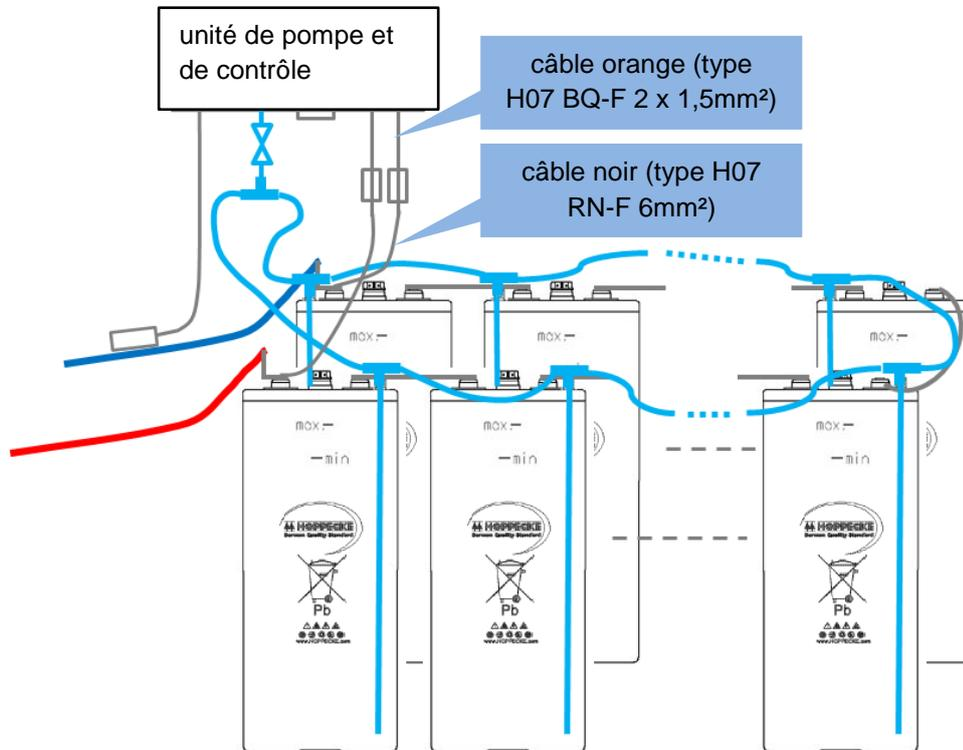

Fig. 20 : Connexion de l'alimentation électrique
2. Vérifiez la distance restante entre l'extrémité du câble d'alimentation électrique (qui sera attaché à l'unité de pompe et de contrôle) et la borne de connexion de la batterie. Cette distance requiert deux câbles de connexion fournis (noirs, 6mm2, type : H07 RN-F) (c. f. fig. 20 et fig. 24).